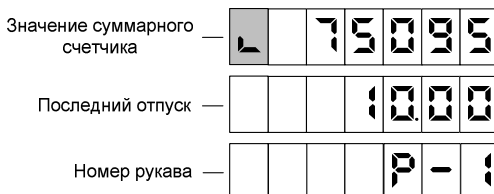

Рисунок 9
8.6 Предусмотрен просмотр на табло значений суммарного счетчика рукава в строке указателя стоимости с мигающим символом "L" в старшем разряде. В строке цены за литр отображается порядковый номер рукава и символы "P -" (рисунок 9). В этом режиме допускается выдача топлива.